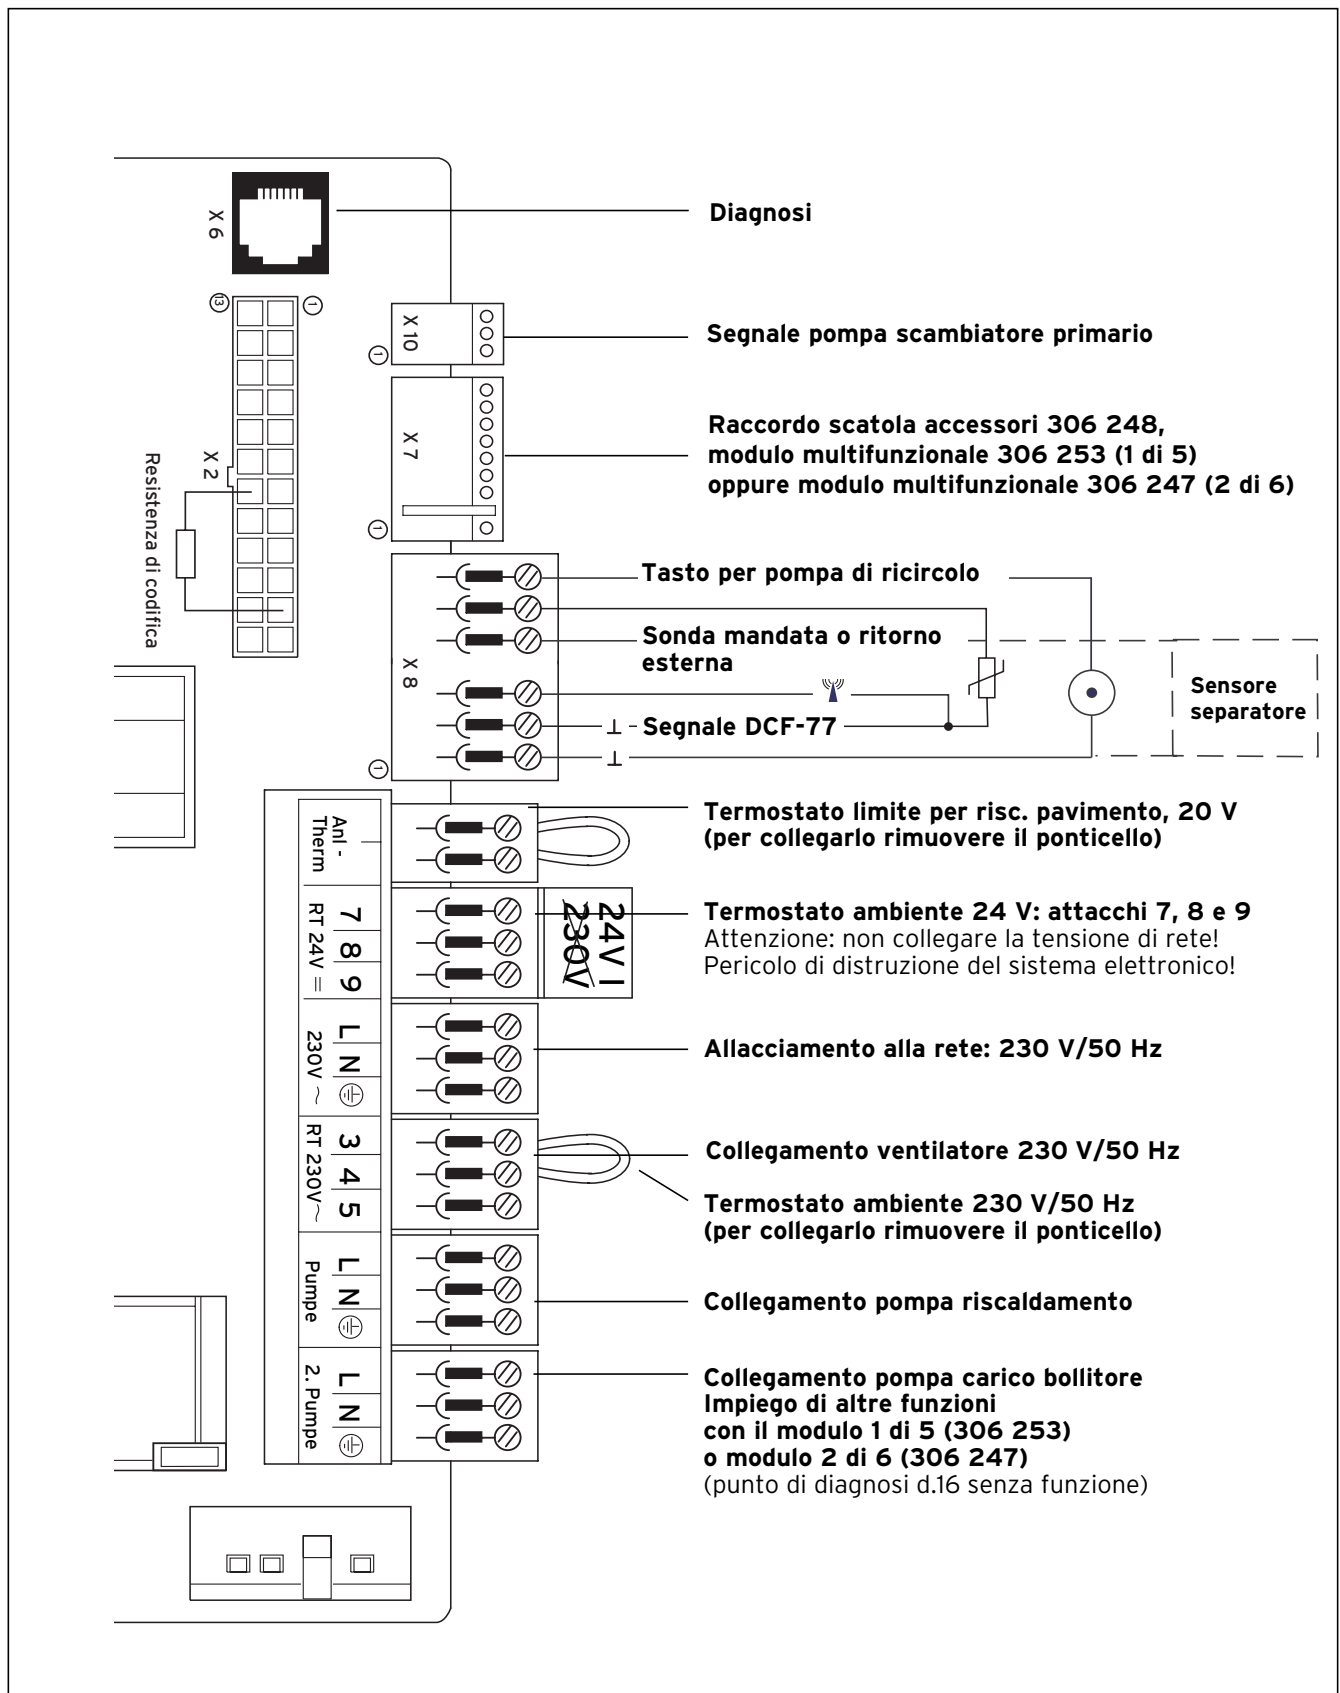

Fig. 4.14 Allacciamenti ecoBLOCK VM 656-E
- Sganciare il coperchio posteriore della scatola comandi (1) nei punti (2) e ribaltare il coperchio verso l'alto.
- Fare passare le linee di collegamento dei vari componenti da allacciare attraverso i raccordi PG (4) a sinistra, sul fondo dell'apparecchio.
- Quindi inserire le linee di collegamento (5) nella scatola elettronica e adeguare la lunghezza delle linee.
- Rimuovere la guaina dalla linea di collegamento per 2-3 cm e isolare i fili (vedi fig. 4.14).